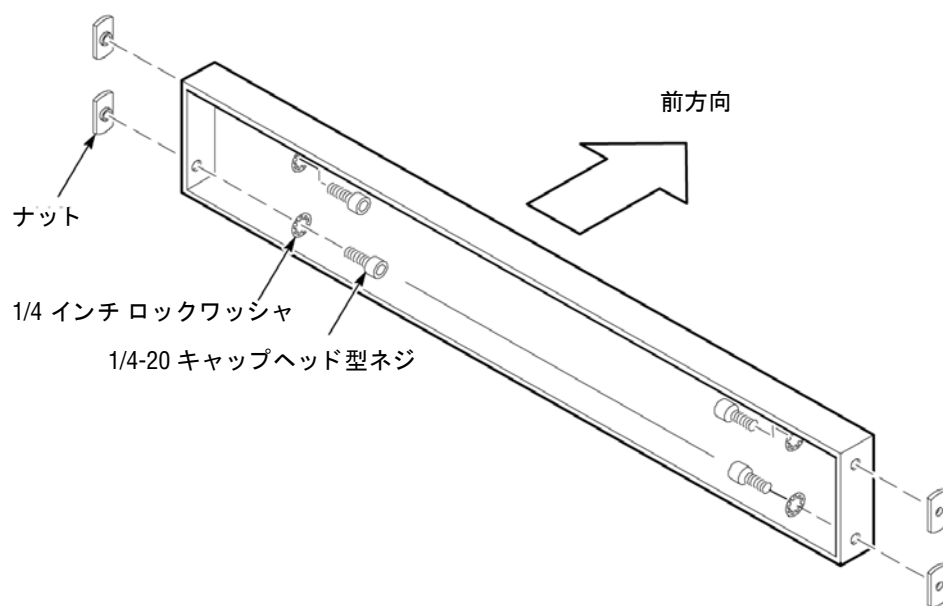

図 3: ストラットの準備
1. 図 3 に示すようにストラットを準備します。ストラットに対してナットを図に示す位置に固定します。ネジは固く締めずにゆるめにしておきます。ナットを 1 回転以上締めないでください。